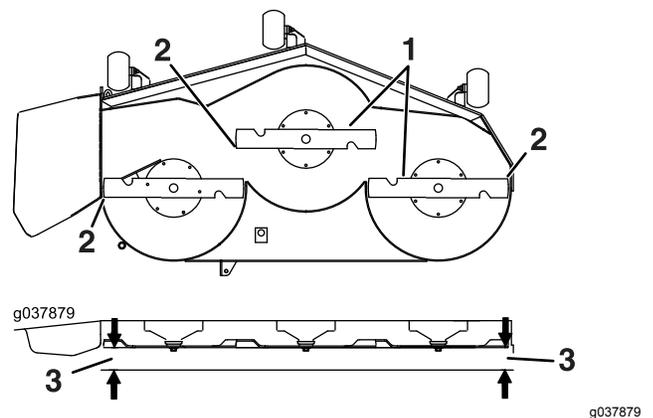

Figure 101
7. Mesurez la distance entre la pointe des lames et le sol plat (Figure 101). Si les deux mesures diffèrent de plus de 5 mm (3/16 po), ajustez l'horizontalité des lames; poursuivez cette procédure.
14. Tournez prudemment les lames pour qu'elles soient parallèles dans le sens transversal (Figure 101).